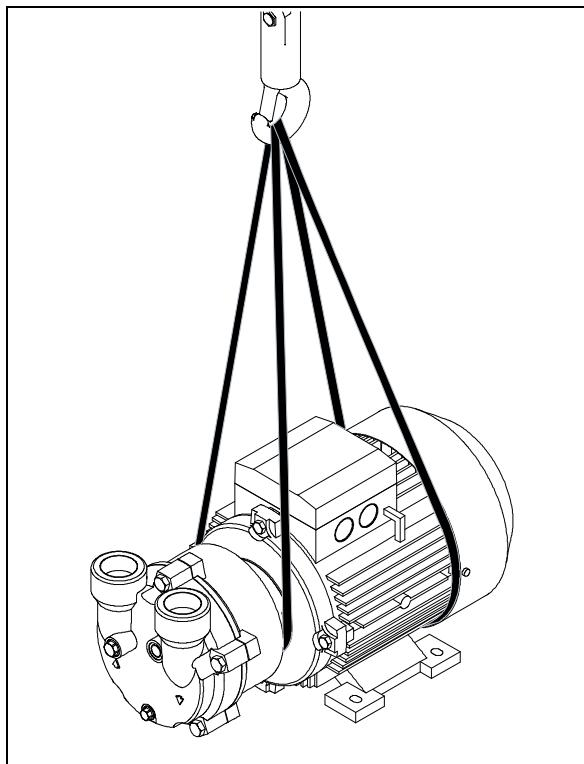

Fig. 3: Anschlagpunkte 2BV2...
- Hebegurte unter dem Pumpengehäuse und unter der Lüfterhaube entlangführen (Fig. 3, Seite 13).